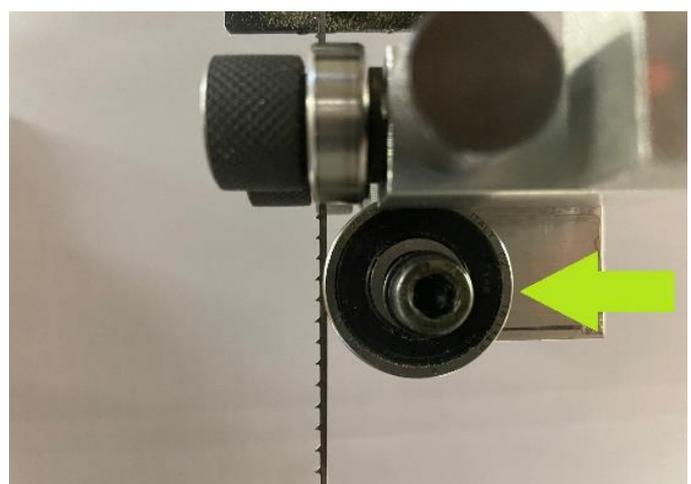

Figure 21
- Demontieren der unteren klassischen Führungsrolle (Maschinenhandbuch Seite 11 Fig.21)
- Die endgültige Einstellung erfolgt, indem Sie die Schraube des Lagers lösen und das Lager gegen das Band vorschieben, bis der Rücken des Laubsägebands innerhalb der RECHTEN Nut des Lagers geführt wird. Ziehen Sie die Schraube wieder an (Fig 21).